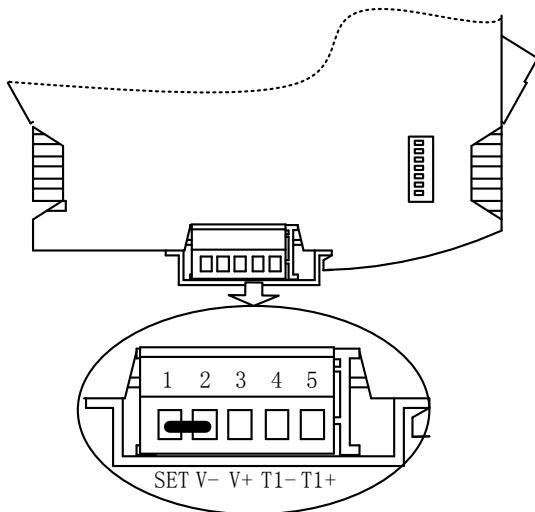

图 6-1-1 设置模式接线示意图
(1) 进入设置模式: 将控制器设置端子 (SET) 连接至电源负极 (V-) 短路, 给控制器上电, 使控制器进入设置模式, 如图 6-1-1 所示。该模式下, 控制器内部的用户程序暂停运行。